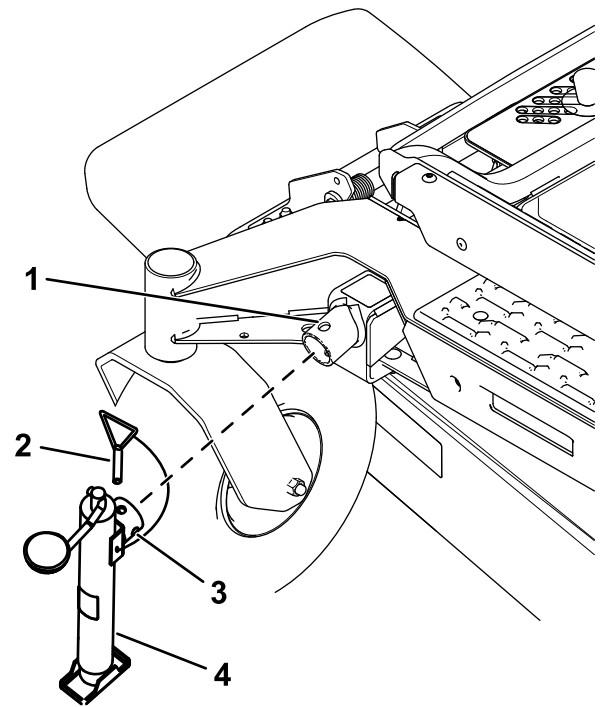

Figura 2
4. Ligue o macaco à montagem do macaco utilizando um pino do macaco (Figura 2).